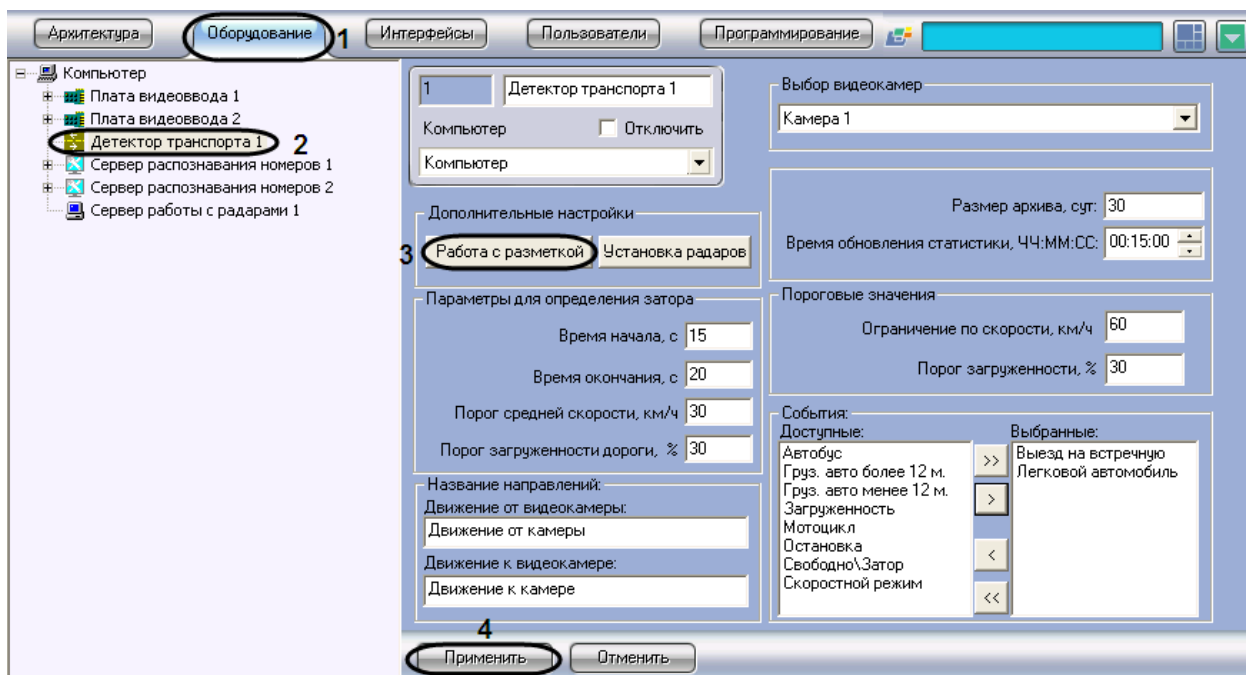

Рис. 7.4—4. Вызов панели работы с разметкой
2. В дереве объектов на вкладке «Оборудование» выбрать объект «Детектор транспорта», соответствующий настраиваемому программному модулю «Детектор транспорта» (см. Рис. 7.4—4, 2). В правой части вкладки «Оборудование» отобразится панель настройки выбранного объекта.
3. Нажать на кнопку «Работа с разметкой» и выбрать пункт «Задать разметку» (см. Рис. 7.4—4, 3).